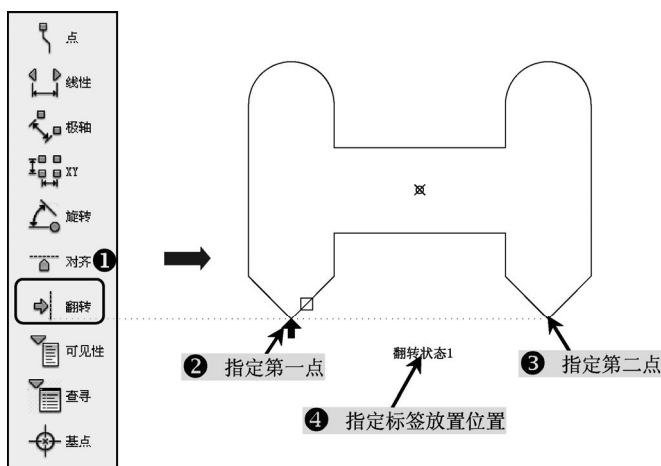

图 9-19 翻转参数操作
- 2) 在“块编写选项板”中的“参数”选项卡中单击“翻转”工具按钮,指定图形左下方的三角顶点为翻转线第一点,指定图形右下方三角顶点为翻转线的第二点,放置好该标签的位置,如图9-19所示。